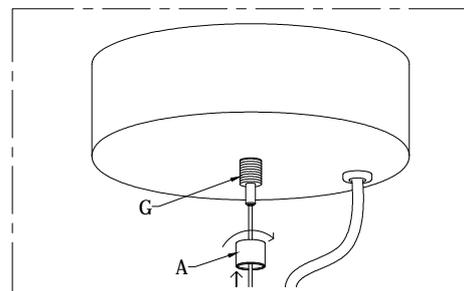

Fig. 3
- Appoggiare il rosone al soffitto. A posizionamento effettuato avvitare con cura il particolare (A) , al bloccacavo (G) . (FIG. 3)
- Place the canopy in the ceiling. Screw with care the particular (A), the block cable (G) (FIG.3).